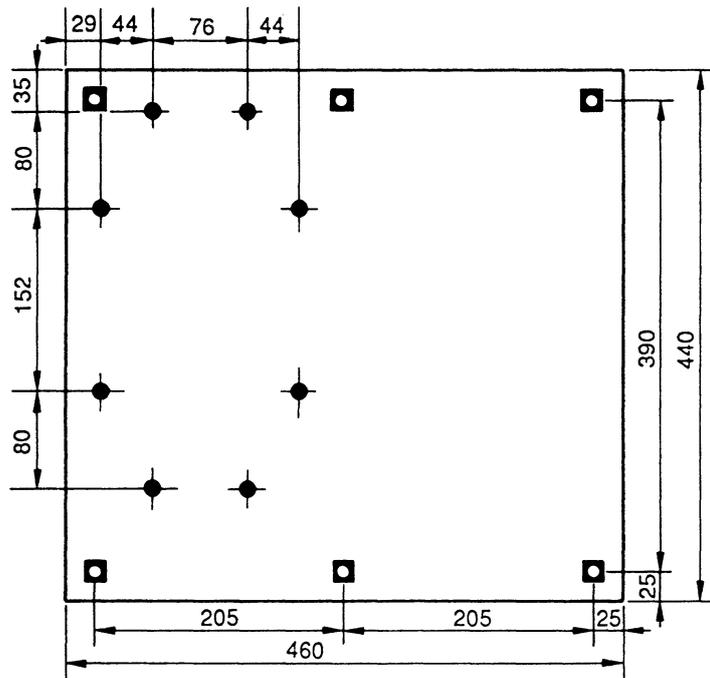
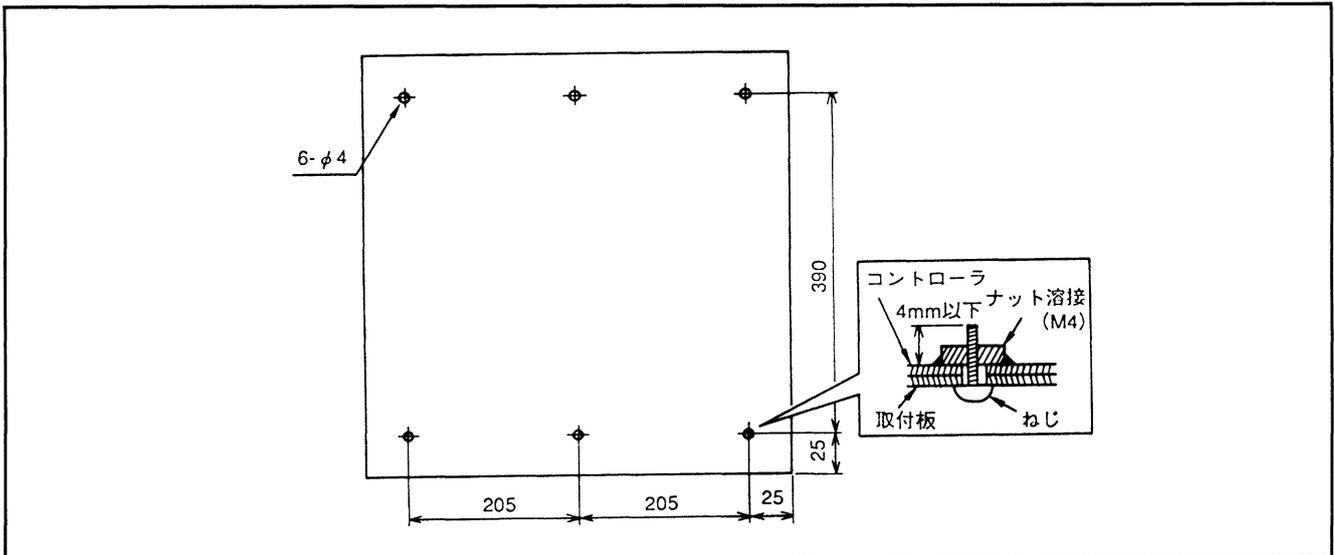

図5-59 コントローラ底面図
図5-60 ねじ締め付け位置 (コントローラ底面図)
(1) 図5-59にコントローラを底から見た図を示します。
① “■” マーク部のねじ (M4) のネジ穴はコントローラを取付板に固定するために使用します。
② “●” マーク部はコントローラの内部部品固定用のねじが突出しているため、取付板にφ10の逃がし穴をあけてください。
③ 図5-59と図5-60を参考にして取付板を製作してください。
(2) コントローラの取付板への取付けは図5-60に示す6箇所にもM4ねじ6本で固定します。